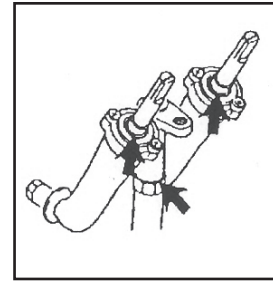

Fig. 2
4. Préparer une solution savonneuse (quantités égales d'eau et de détergent liquide pour la vaisselle). (Fig. 2)